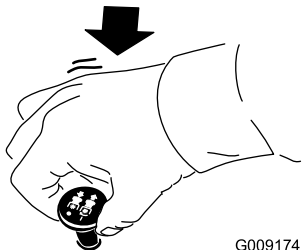

図 22
1. ブレードコントロールスイッチをOFF位置にする 図 22。